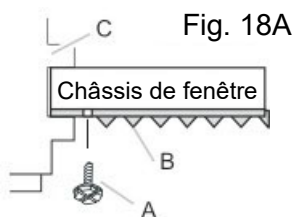
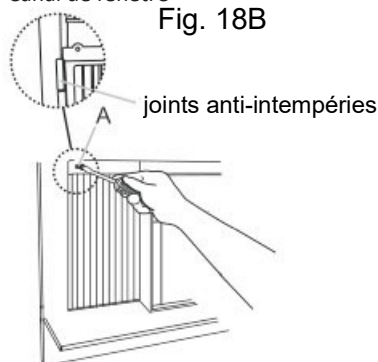

Fig. 18A
Fig. 18B
2. Utilisez un foret de 1/8 po pour percer un avant-trou dans le trou dans la patte supérieure de chaque panneau de liaison pour fenêtre ainsi que dans le châssis de fenêtre (Fig. 18A et Fig. 18B). Connectez avec une vis à tête hexagonale de 3/4 po (ou 1/2 po) de long